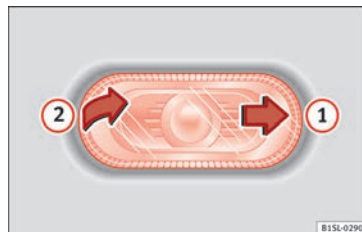

Fig. 153 Desmonte el intermitente lateral.
1. Desplace con una mano el intermitente lateral hacia atrás » **fig. 153 (1)**.